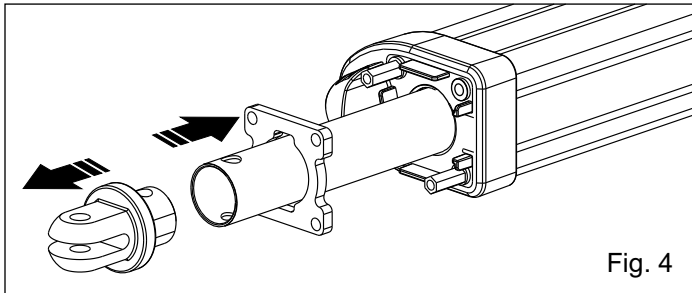

Fig. 4
4. Sacar la horquilla anterior e insertar la placa perforada en la barra como en Fig.4